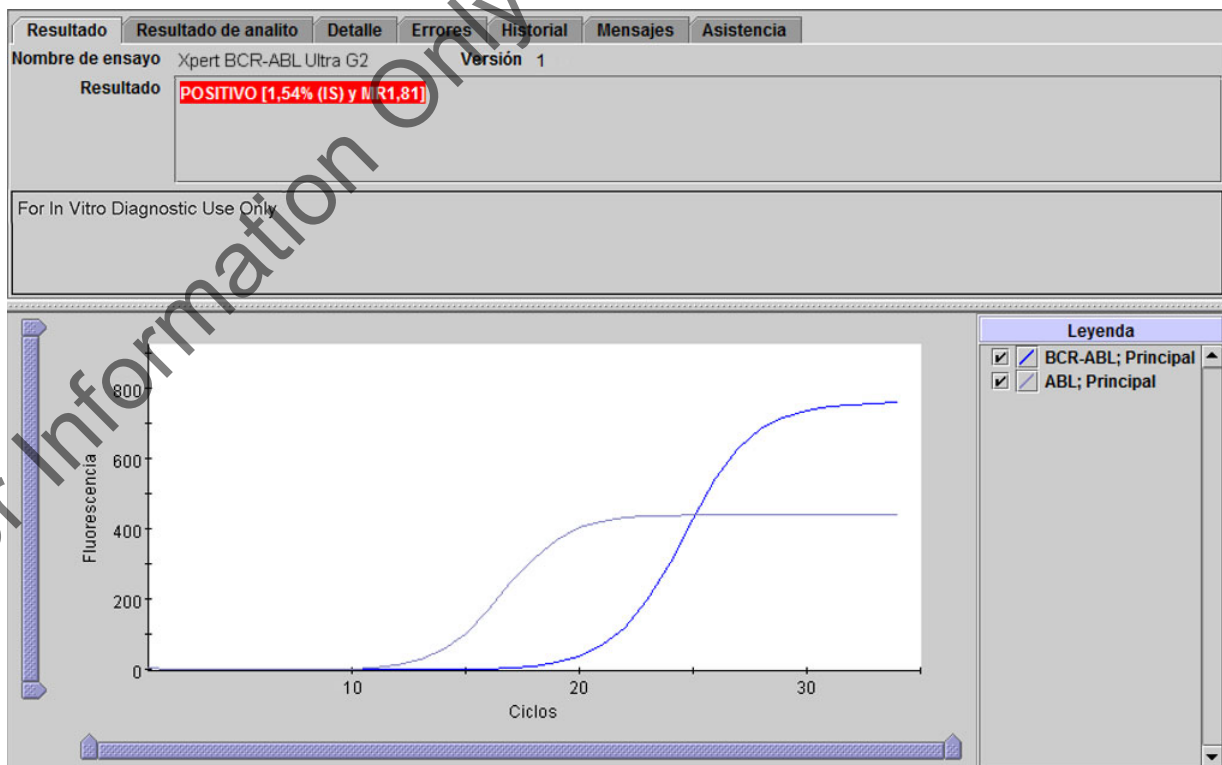
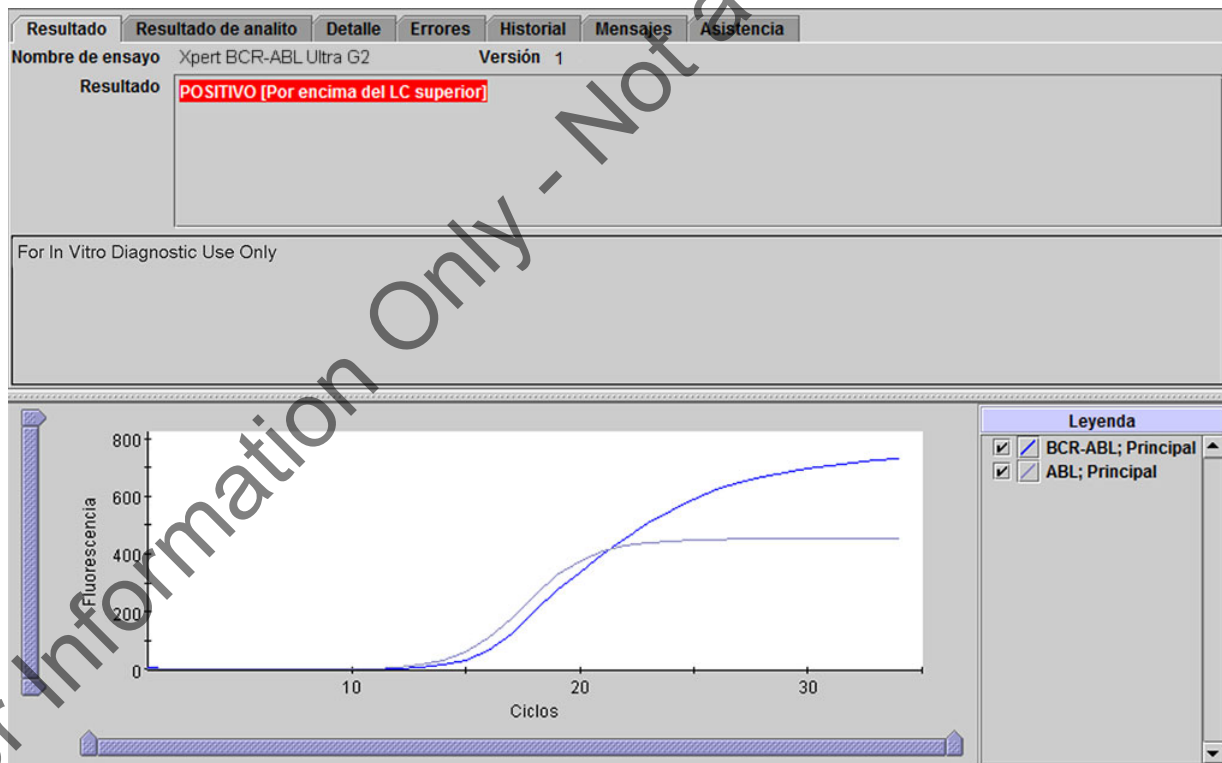
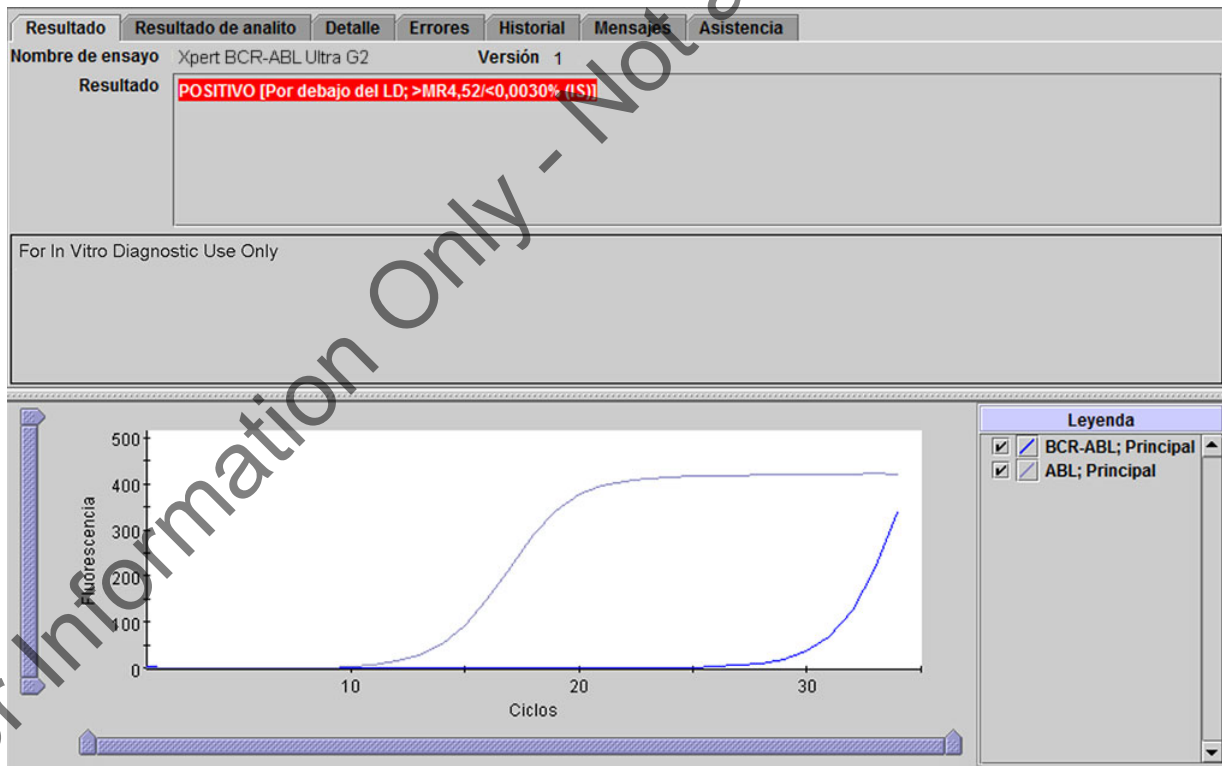

Figura 2. Ventana Ver resultados (View Results) del GeneXpert Dx: POSITIVO [1,54 % (IS) y MR1,81]
Figura 3. Ventana Ver resultados (View Results) del GeneXpert Dx: POSITIVO [Por encima del LC superior]
Figura 4. Ventana Ver resultados (View Results) del GeneXpert Dx: POSITIVO [Por debajo del LD; >MR4,52/<0,0030 % (IS)]
POSITIVO (POSITIVE) Consulte la Figura 2, Figura 3, Figura 4	Se ha detectado transcrito de BCR-ABL. <ul style="list-style-type: none"> BCR-ABL POSITIVO (POSITIVE): Se ha detectado transcrito de BCR-ABL; su umbral del ciclo (Ct) está dentro del intervalo válido y su valor extremo está por encima del umbral configurado. Posibles resultados positivos: <ul style="list-style-type: none"> POSITIVO [# ,## % (IS) y MR# ,##] (POSITIVE [# .##% (IS) and MR# .##]); figura 2. POSITIVO [Por encima del LC superior] (POSITIVE [Above upper LoQ]); figura 3. POSITIVO [Por debajo del LD; >MR4.52/<0.0030 % (IS)] (POSITIVE [Below LoD; >MR4.52/<0.0030% (IS)]); figura 4. ABL – SUPERADO (PASS): Se ha detectado transcrito de ABL; su umbral del ciclo (Ct) está dentro del intervalo válido y su valor extremo está por encima del umbral configurado. Si el valor de Ct del ABL está por debajo de 18, significa que en la reacción había como mínimo 32 000 copias de ABL.^{17,18} Comprobación de la sonda SUPERADO (PASS): Todos los resultados de comprobación de la sonda son correctos.
Resultado: **POSITIVO [1,54 % (IS) y MR1,81] (POSITIVE [1.54% (IS) and MR1.81])**. Consulte la Figura 2.
Resultado: **POSITIVO [Por encima del LC superior] (POSITIVE [Above upper LoQ])**. Consulte la Figura 3.
Resultado: **POSITIVO [Por debajo del LD; >MR4,52/<0,0030 % (IS)] (POSITIVE [Below LoD; >MR4.52/<0.0030% (IS)])**. Consulte la Figura 4.